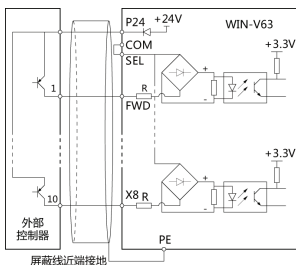

图 3-24 使用内部 24V 电源时 PNP 型信号输入接线示意图
②使用变频器内部+24V 电源，外部控制器为 PNP 型的共发射极输出的连接方式（注意去除 SEL 与 P24 端子间的短路片），如图 3-24 所示。